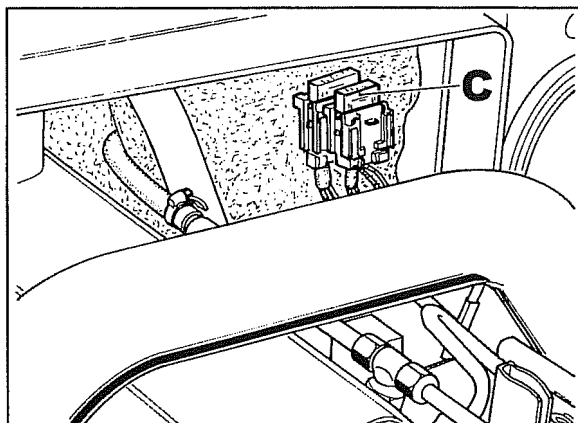

Fig. 3
- 1 Vérifier l'intégrité état du fusible **C** fig. 3 qui protège l'installation de la prise de force avant.